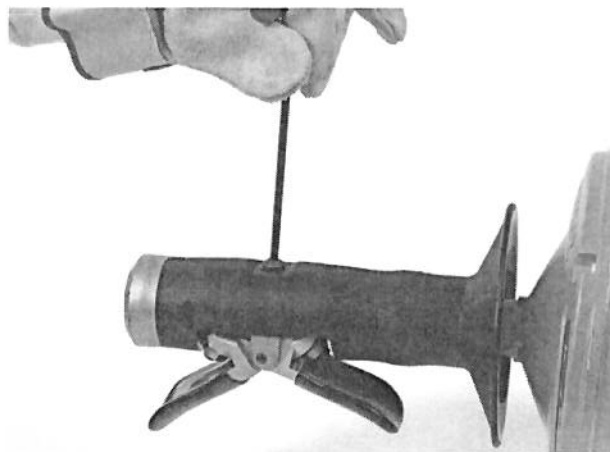
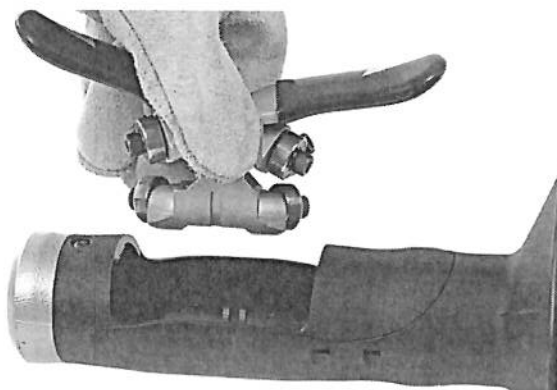

Figura 12A – Extracción del tornillo de la AUTOFEED
Figura 12B – Extracción del mecanismo de la AUTOFEED
2. Extraiga el tornillo de la empuñadura de la AUTOFEED con una llave Allen de $\frac{3}{16}$ pulgada (Figura 12A) y extraiga el mecanismo de la AUTOFEED (Figura 12B).